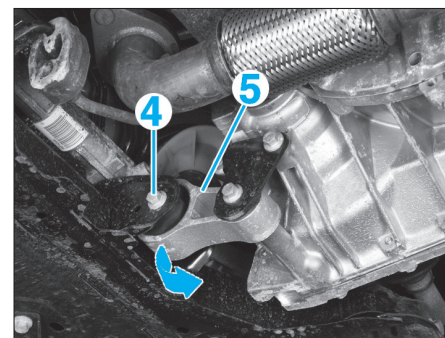

Fig. 16
- Déposer la vis (4) de la biellette anticouple (5) (Fig.16).
- Basculer la biellette anticouple (5).